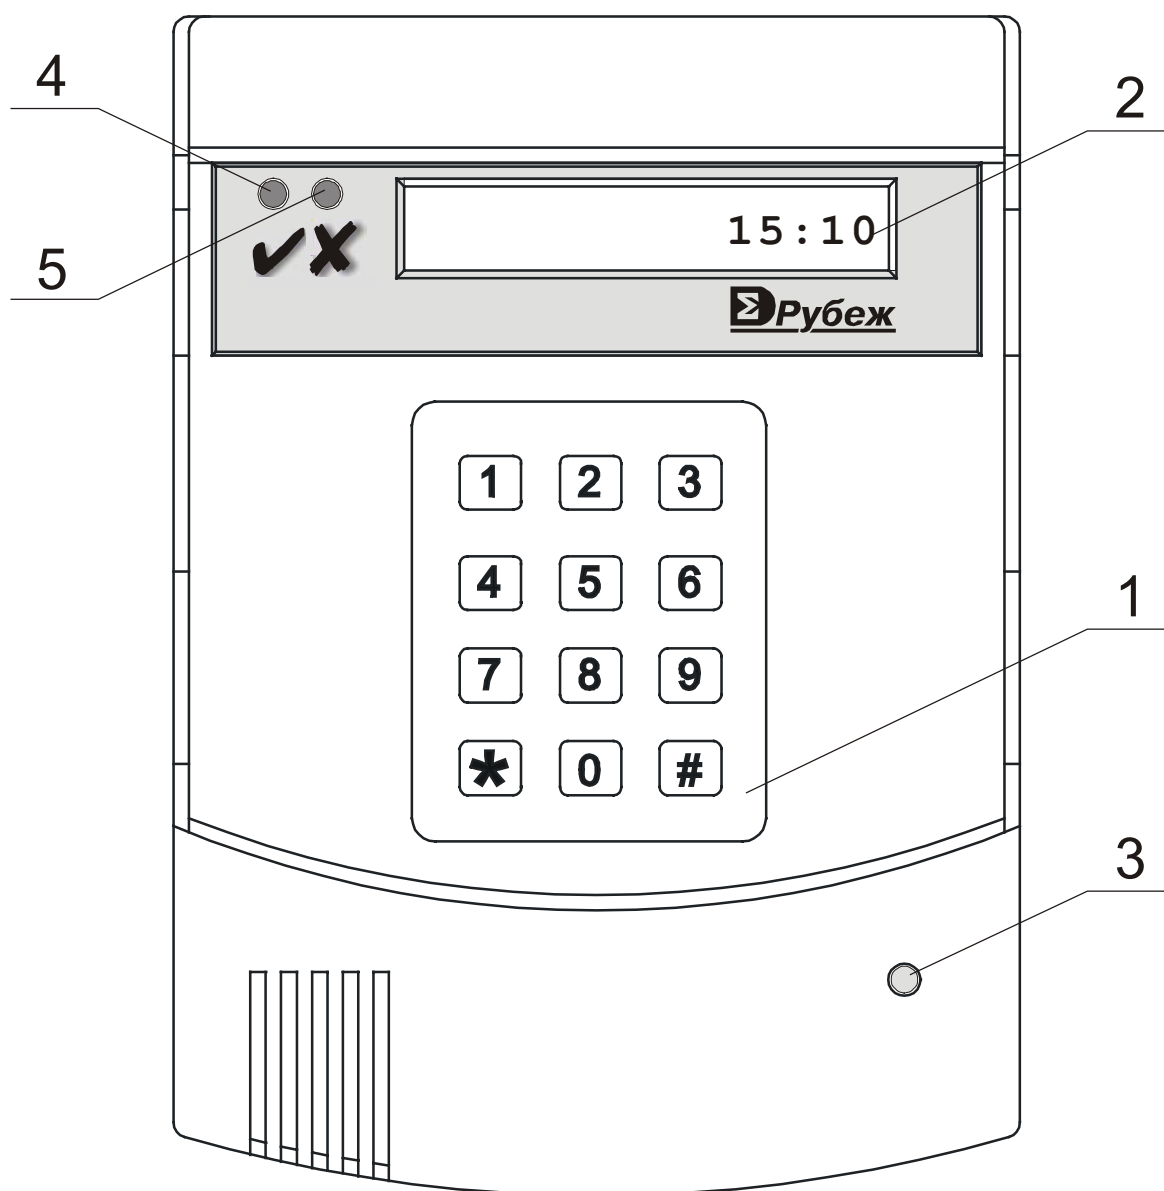
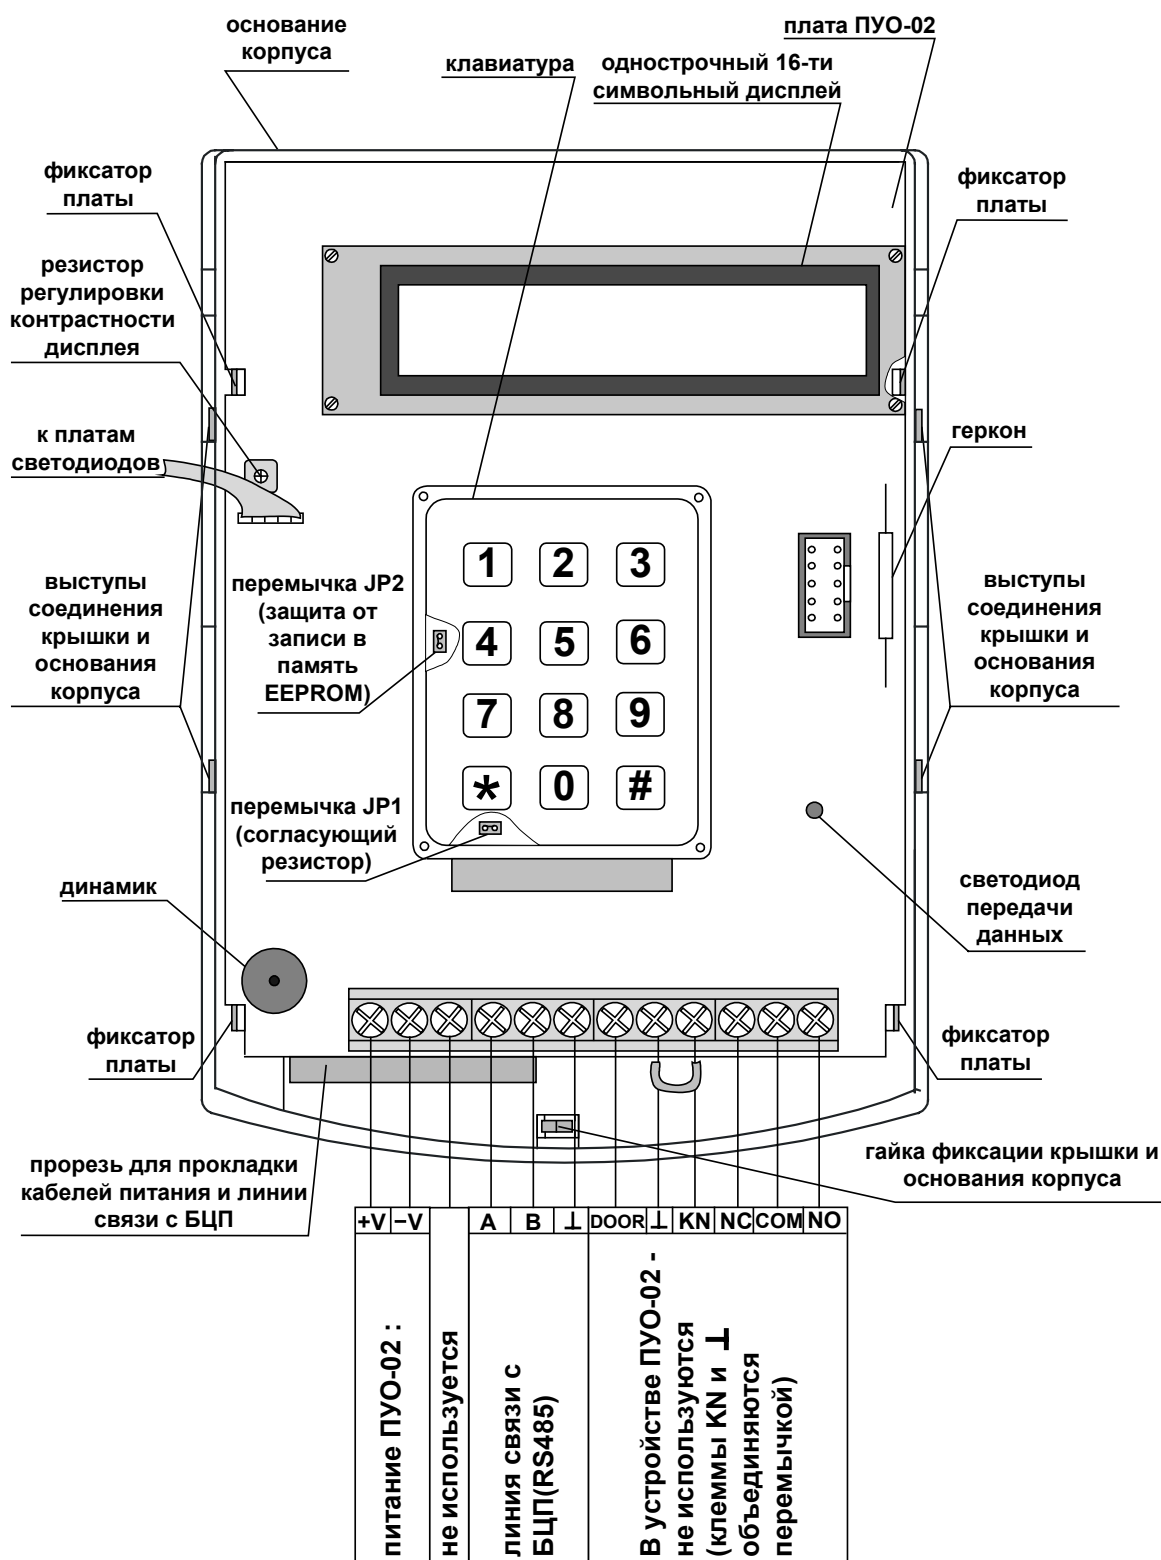

Рис. 1 Внешний вид ПУО
Рис. 4 Основание корпуса и схема подключения ПУО
В составе прибора ПУО (Рис. 1) используется в качестве сетевого устройства и подключается по линии связи к БЦП по интерфейсу RS-485. Если ПУО является последним устройством в линии RS-485 – необходимо установить перемычку JP1 согласующего резистора (120 Ом).
- ввод данных пользователем с клавиатуры (1, Рис. 1);
- отображение принятых от пользователя и от БЦП данных на экране дисплея(2, Рис. 1);
- звуковую и светодиодную индикацию режимов работы с помощью элементов ПУО(3, 4, 5, Рис. 1).
- индикатор сигнала “ОШИБКА” - красный на корпусе(5,Рис. 1). При поступлении сигнала “ОШИБКА” происходит трехкратное включение индикатора на 0,5 с.
- индикатор сигнала подтверждения выполнения операции “ОК” - зеленый на корпусе(4,Рис. 1) ;
- индикатор сетевого режима схемы приемопередатчика RS-485 -красный, на корпусе(3,Рис. 1);
ПУО конструктивно выполнен в пластмассовом разъемном корпусе (Рис. 1) и состоит из крышки (Рис. 3) и основания корпуса (Рис. 4). Корпус ПУО обеспечивает степень защиты IP20. В пазах крышки корпуса закреплена откидывающаяся защитная накладка, в случае необходимости закрывающая “окно” экрана и клавиатуру. На внутренней стороне крышки корпуса размещены - магнит геркона, обеспечивающий защиту от несанкционированного вскрытия корпуса, и светодиоды индикации, вклю-
На плате под клавиатурой (Рис. 4) располагаются переключки JP1 согласующего сопротивления (необходимо замкнуть если устройство является последним СУ), JP2 (защита от записи в память EEPROM – должна быть замкнута) и светодиод передачи данных.
Плата устройства (Рис. 4) закреплена на основании корпуса с помощью 4 фиксаторов. Однострочный 16-символьный дисплей с подсветкой установлен и закреплён на 4-х стойках. Клавиатура также установлена на 4-х стойках. Для вскрытия корпуса ПУО необходимо отвернуть винт (Рис. 3) – нажать на основание корпуса, освобождая выступы на боковых сторонах (Рис. 4), и потянув крышку корпуса – вверх – отсоединить основание и крышку корпуса. При этом – необходимо помнить, что крышка и основание – соединены шлейфом светодиодных плат.
Кабеля питания и линии связи с БЦП при монтаже – пропускаются через прорезь в основании корпуса (Рис. 4).
Схема подключения ПУО приведена на Рис. 4.
Если ПУО является последним устройством в линии связи RS-485, перемычку JP1 (Рис. 4) согласующего сопротивления необходимо замкнуть.
┐	Объединяются перемычкой с клеммой KN(Рис. 4).
KN	Объединяются перемычкой с клеммой ┐ (Рис. 4).
JP1	Подключение оконечного резистора линии связи (при установленной перемычке) – если устройство является последним СУ (Рис. 4).
HL4	Индикация сигнала передачи данных по RS-485 (на плате, под клавиатурой, Рис. 4).